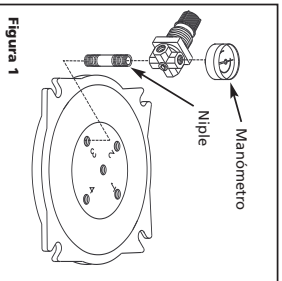

Figura 1
- 1. Conecte el regulador a la tapa del tanque de pintura tal como se indica en la Figura 1: